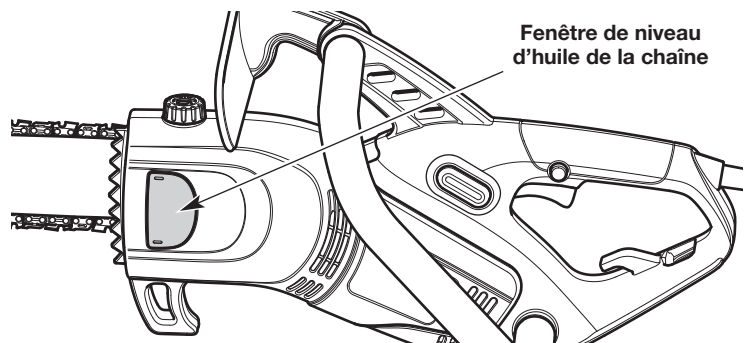

Fig. 25
2. Regarder dans la fenêtre de niveau d'huile de la chaîne. Le niveau d'huile doit remplir la fenêtre au moins à mi-chemin (Fig. 25). Si le niveau d'huile est trop bas, ajouter de l'huile à guide et chaîne. Se reporter à la section *Remplissage du réservoir d'huile de la chaîne*.